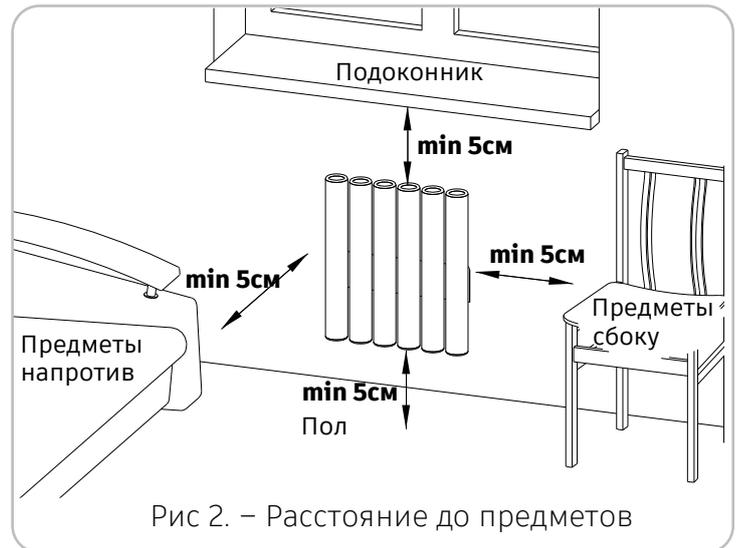

Рис. 2. – Расстояние до предметов
2.6 Обеспечьте минимальные расстояния от корпуса радиатора до поверхностей пола, подоконника, мебели и других предметов (рис. 2).